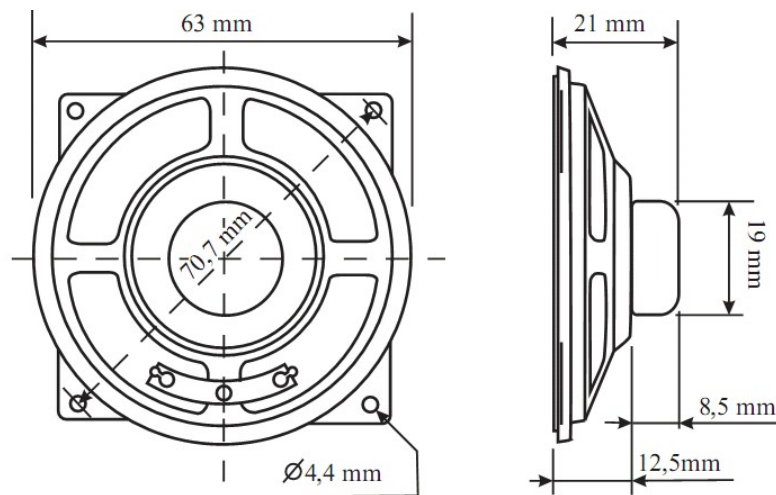

Рис.4. Громкоговоритель
7.3 Подключить громкоговоритель к разъему ХТ3. Внешний вид и габаритные размеры громкоговорителя показаны на рис.4.